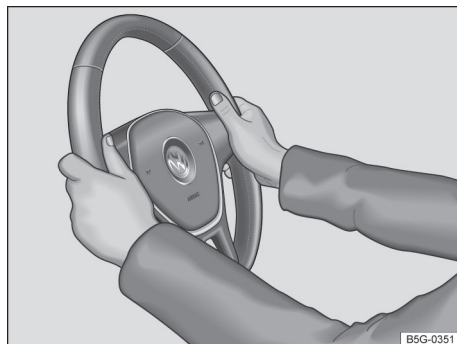

Fig. 67 No volante: posição das 9 e 3h.
- Ajustar o volante de forma que possa ser segurado lateralmente com ambas as mãos, com os braços ligeiramente arqueados, na borda externa, na *posição das 9 e 3h* → Fig. 67.
- Durante a condução, sempre segurar o volante com ambas as mãos lateralmente na borda externa na *posição das 9 e 3h* → Fig. 67 para reduzir ferimentos causados pelo acionamento do airbag frontal do condutor.